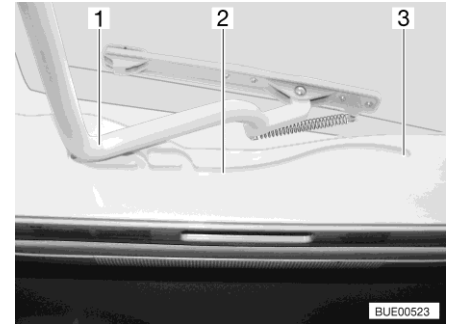

Fig. 28 Glissière (lanterneau Heki)
- Tirer l'étrier (Fig. 28,1) dans les glissières (Fig. 28,2) jusqu'à la position la plus reculée (Fig. 28,3).
- Pousser l'étrier (Fig. 28,1) légèrement vers le haut avec les deux mains.
- Tirer l'étrier dans les glissières (Fig. 28,2) jusqu'à la position souhaitée.